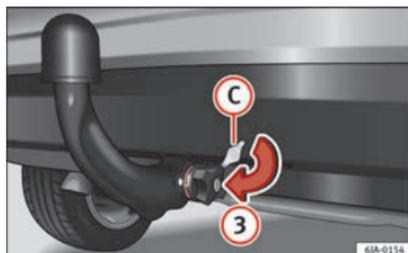

Fig. 199 Mise en place du cache de la serrure.
- Fermez avec la clé (B) la serrure de la molette en tournant la clé vers la droite jusqu'à la butée, dans le sens de la flèche (1)
- Retirez la clé dans le sens de la flèche (2).
– Placez le cache (C) dans la serrure de la molette dans le sens de la flèche (3) » fig. 199.